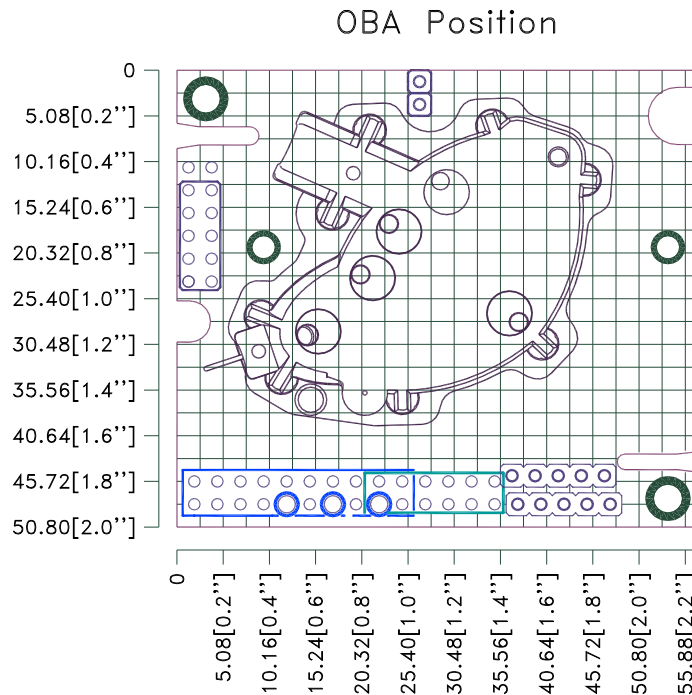

Figure 2: CO₂ Engine® K30 EQC のOBA(光学)セル位置
CO₂ Engine® K30 EQC のホストシステムへの接続には何通りかの方法があります (Figure 2 も参照して下さい)。
- 上部左コーナー側 (Figure 2 のようにIDCおよびエッジターミナルを下側にして) の二つのネジ止め箇所は“アナログ”グラウンドに接続されています。これらは、必要であれば、EMIシールドへの優先的な接続用として選択できます。これは通常、相当に大きなEMFが予想されるアプリケーションにおいてのみ必要です。このオプションを使用する場合は、電源供給の電流を完全に排除するよう予防策をとらなければなりません。不安定なセンサ測定信号はシールドの必要性、あるいは不適切なシステムグラウンド (接地) の兆候です。